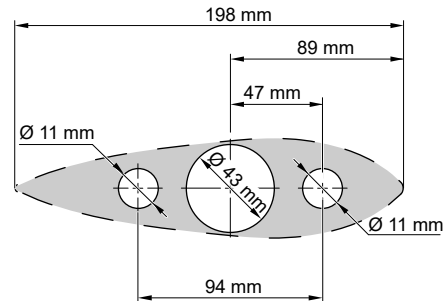

Abb. 9: Abmessungen
1. Bohren Sie drei Löcher zur Montage des Pods in den Schiffsrumpf, **siehe "Abb. 9: Abmessungen"**.